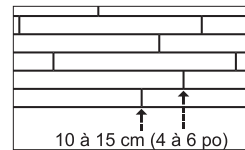

Figure 3
- Attention de bien décaler les bouts des planches de rangées adjacentes, si possible d'au moins 10 à 15 cm (4 à 6 po) (Figure 3). Ceci donne un aspect général plus agréable du plancher.